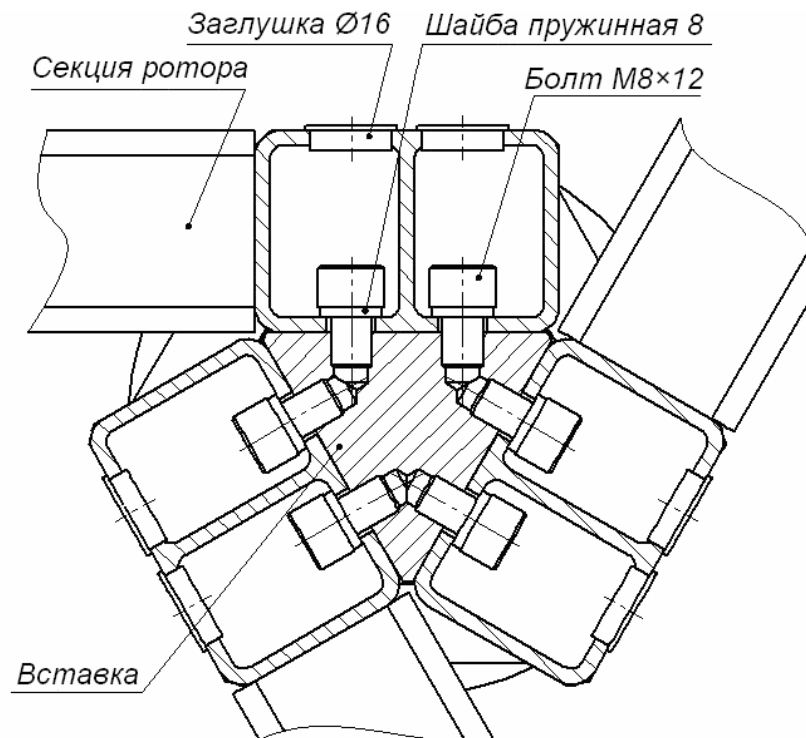

Рисунок 18. Схема соединения секций ротора
16. Закройте пластиковыми заглушками Ø16 отверстия для болтов соединения секций ротора (2) (см. рис. 18).